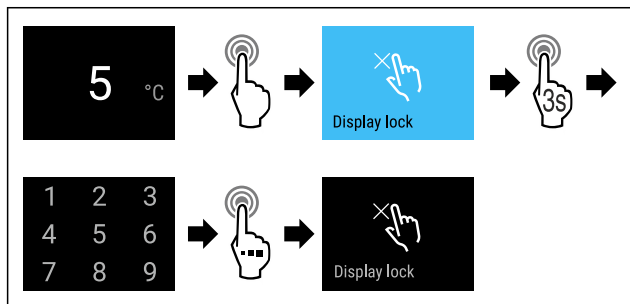

Fig. 80
- ▶ Hajtsa végre a művelet lépéseit (lásd Fig. 80).